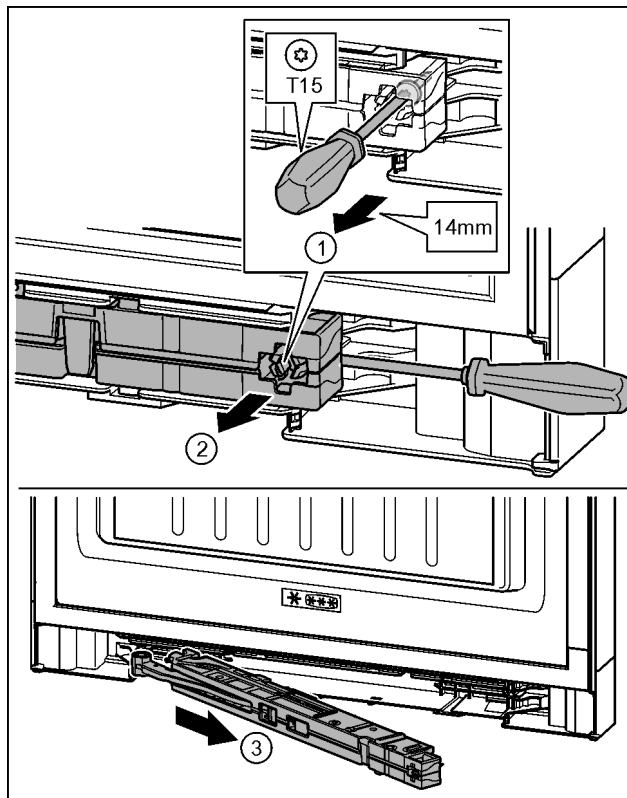

Fig. 21
- ▶ Schraube an Schließdämpfereinheit mit Schraubendreher T15 ca. 14 mm lösen. Fig. 21 (1)
- ▶ Mit Schraubendreher griffseitig hinter Schließdämpfereinheit fahren. Einheit nach vorn drehen. Fig. 21 (2)
- ▶ Einheit herausziehen. Fig. 21 (3)